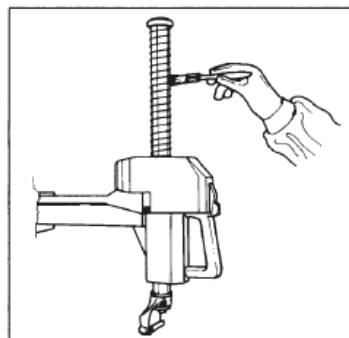

Рис. 36
A. Периодически производите чистку вертикального шестигранного кронштейна негорючим жидким чистящим средством. После чистки нанесите на нее слой смазочного масла (рис. 36).